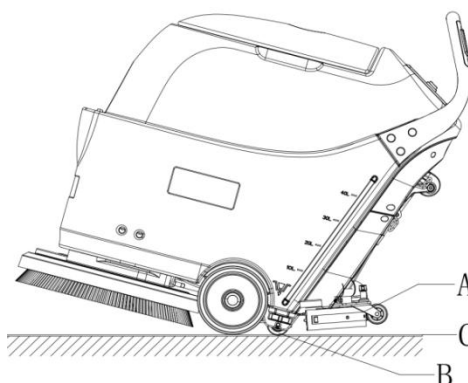

Figura 8
1. Eliberați butoanele de protecție (1) și peria sau suportul lavetei nu vor mai funcționa.
2. Apăsăți butonul periei (46), butonul de aspirație (47) și butonul de alimentare cu energie (45) punându-le pe poziția închis “o”.
4. Ridicați mopul (A, Figura 8) de la sol cu ajutorul pârghiei mopului (14).
5. Țineți mânerul mașinii (2) până când roțile auxiliare (B, Figura 8) ating solul.